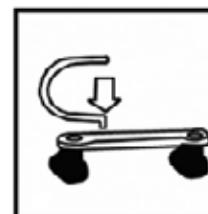

Fig. 1
2. Vissez les roulettes sur les barres de la base et enfilez l'extrémité courbée de l'étrier dans l'orifice de chaque barre (Fig. 1).